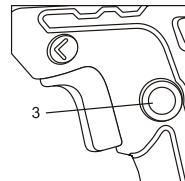

Fig. 5
Le dispositif de verrouillage de l'interrupteur à gâchette permet de verrouiller la gâchette en position Marche (ON) à plein régime pour pouvoir utiliser l'outil sans arrêt pendant une période prolongée, s'il y a lieu (Fig. 5).